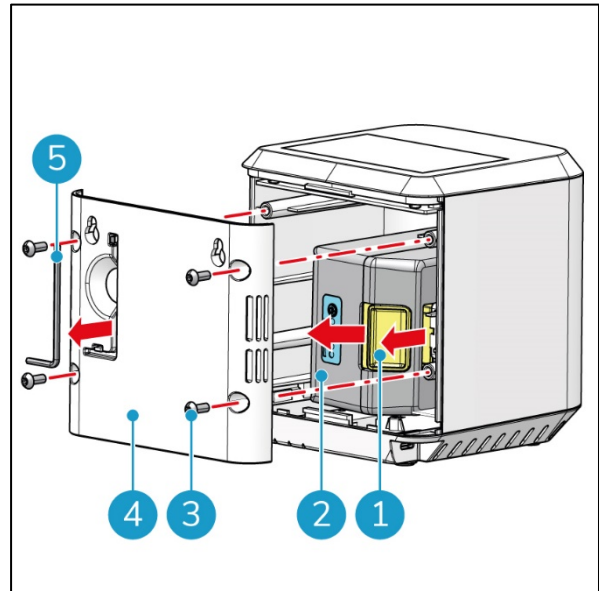

Figura 7
1. Retire os quatro parafusos Allen (Figura 7, pos. 3) usando a chave Allen (Figura 7, pos. 5).
2. Remova a parte de trás (Figura 7, pos. 4) do i-sense.
3. Remova ou insira a bateria (Figura 7, pos. 2) pressionando o botão amarelo (Figura 7, pos. 1).